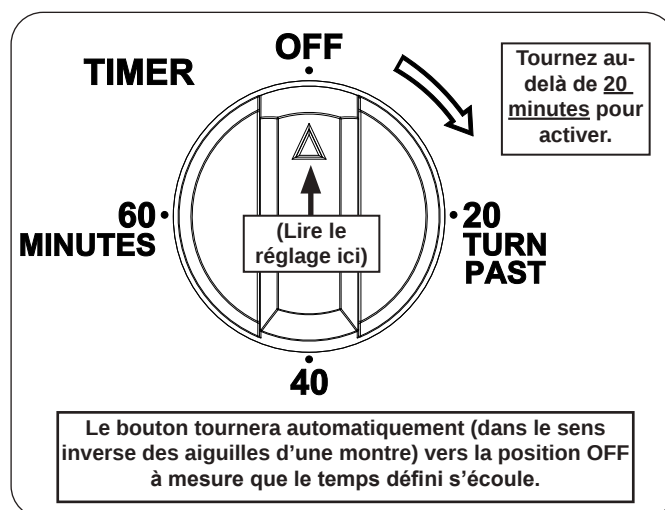

Fig. 38-2 Contrôle du minuteur
4. Réglez le bouton de commande **TIMER** sur le temps de cuisson souhaité. Voir Fig. 38-2. Voir la section RÉGLAGE DE LA MINUTERIE ci-dessous pour plus de détails.
Important: Lorsque vous utilisez la minuterie pour des périodes inférieures à vingt minutes, vous devez d'abord tourner le bouton au-delà de vingt minutes (pour l'activer), puis revenir (dans le sens inverse des aiguilles d'une montre) à la durée souhaitée. Cela garantira le bon fonctionnement de la minuterie. Voir la Fig. 38-2.